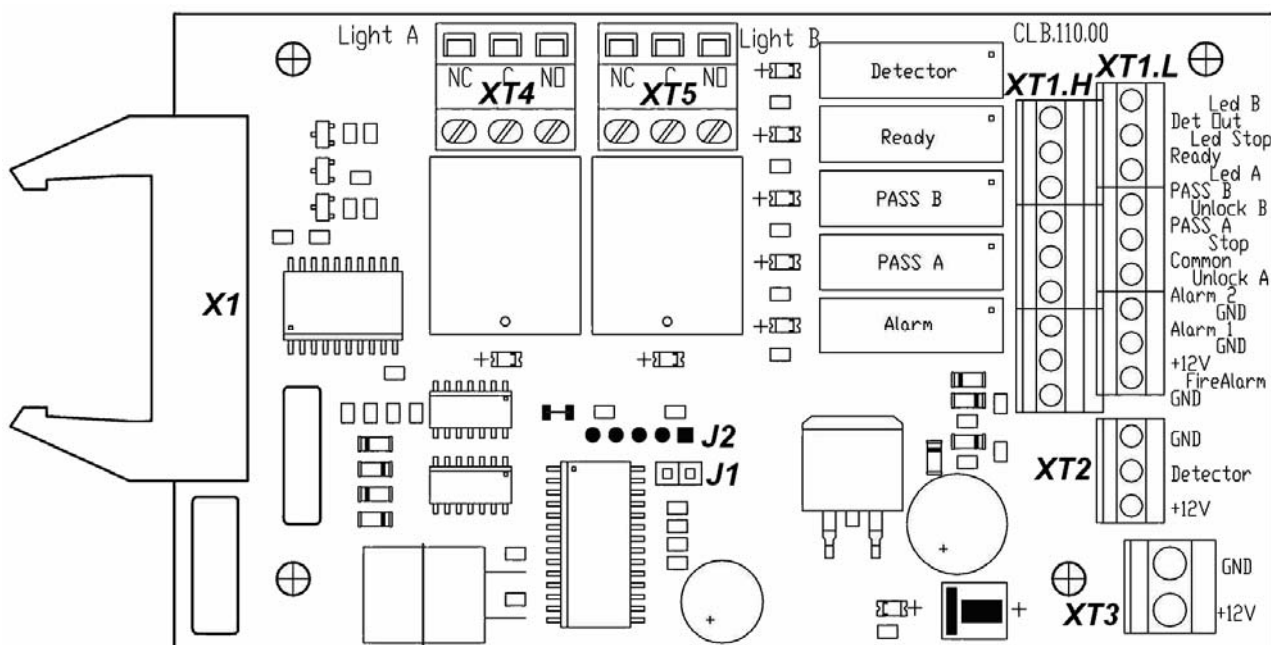
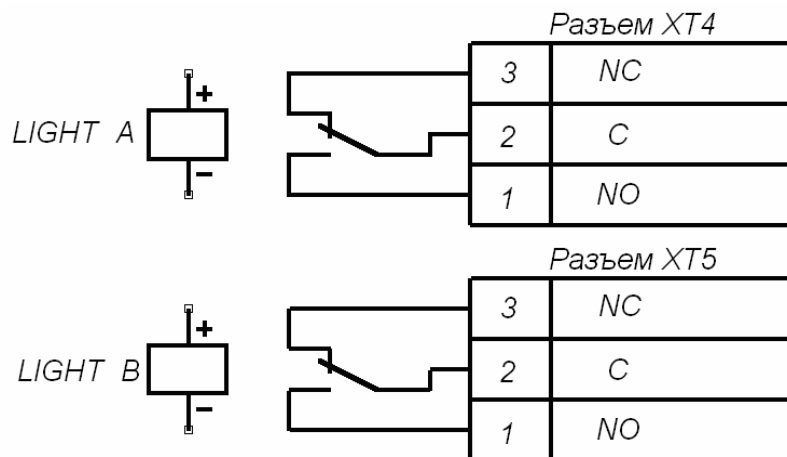

Рисунок 5. Внешний вид платы управления CLB
Рисунок 9. Выходные каскады для Light A и Light B
ПДУ подключается к плате управления гибким многожильным кабелем (11) через клеммную колодку **XT1.L** (см. рис. 5 и 12).
Изменить ориентацию ПДУ относительно установки турникета (если по месту установки турникет обращен к оператору не лицевой, а тыльной стороной) можно, поменяв местами провода от ПДУ, подключаемые на контакты *Unlock A* и *Unlock B*, а также *Led A* и *Led B* соответственно (см. рис. 5 и 12).
На плате управления (см. рис. 5) расположены:
Подключение указанных устройств производится с помощью кабеля (11) к соответствующим клеммным колодкам **ХТ1.L** и **ХТ1.H** платы управления в соответствии со схемой электрических соединений (см. рис. 5 и 12).
Обозначения установленных на плате управления клеммных колодок и назначение их контактов показаны на рис. 5.
Факт срабатывания / отпускания реле **PASS A**, **PASS B**, **Ready**, **Detector** и **Alarm** можно определить по загоранию/гашению красных индикаторов, которые установлены вблизи указанных реле (см. рис. 5).
Режим управления определяется наличием переключки на разъеме **J1** (расположение разъема **J1** показано на рис. 5: переключка установлена – импульсный режим управления, переключка снята – потенциальный режим управления). При поставке переключка установлена.
Подключение ДКЗП производится к клеммной колодке **ХТ2**, а сирены – к клеммной колодке **ХТ1.Н** платы CLB согласно схеме электрических соединений (рис. 5 и 12). ДКЗП должен иметь нормально-замкнутые контакты.
На контакты *Det Out* и *Common* клеммной колодки **ХТ1.Н** платы управления (рис. 5) всегда транслируется сигнал о текущем состоянии ДКЗП.
Подключение устройства, подающего команду аварийной разблокировки *Fire Alarm*, производится к клеммной колодке **XT1.L** платы CLB согласно схеме электрических соединений (см. рис. 5 и 12). Если вход *Fire Alarm* не используется, то необходимо установить перемычку между контактами *Fire Alarm* и *GND*. При поставке данная перемычка установлена.
Выносные индикаторы подключаются на клеммные колодки **XT4 (Light A)** и **XT5 (Light B)**. При этом реле **Light A (Light B)** активизировано (на его обмотку подано напряжение), когда горит соответствующая данному направлению прохода зеленая стрелка на блоке индикации, и нормализовано (на его обмотку напряжение не подано), когда соответствующая данному направлению прохода зеленая стрелка на блоке индикации не горит. Факт срабатывания / отпускания реле **Light A** и **Light B** можно определить по загоранию / гашению красных индикаторов, которые установлены вблизи указанных реле (см. рис. 5). Выходные каскады для сигналов *Light A* и *Light B* – перекидные контакты реле (см. рис. 9) со следующими характеристиками сигналов: